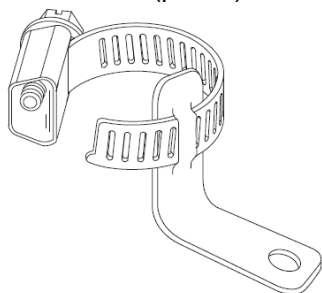

Рис. 9 - Крепежные хомуты
- Машину следует закрепить к полу при помощи 2 крепежных хомутов из комплекта машины (рис. 9).